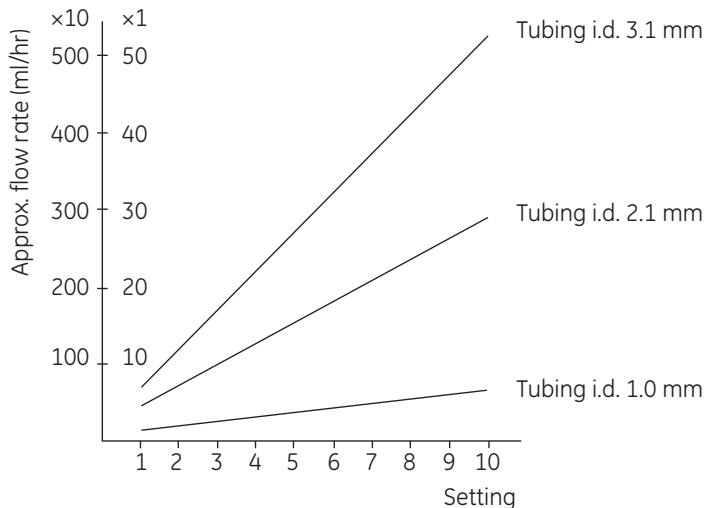

Figura 4.2: Guida alla portata
Peristaltic Pump P-1 prevede due gamme di portate per ciascun diametro della tubazione. La gamma appropriata viene scelta impostando il **selettore portata** su **x1** o **x10** per ottenere variazioni unitarie della portata pari a dieci. La portata desiderata viene quindi impostata con il **potenziometro portata**. Per stabilire l'impostazione appropriata, vedere Figura 4.2.
- 3 Impostare una portata prossima a quella desiderata (vedere Figura 4.2).